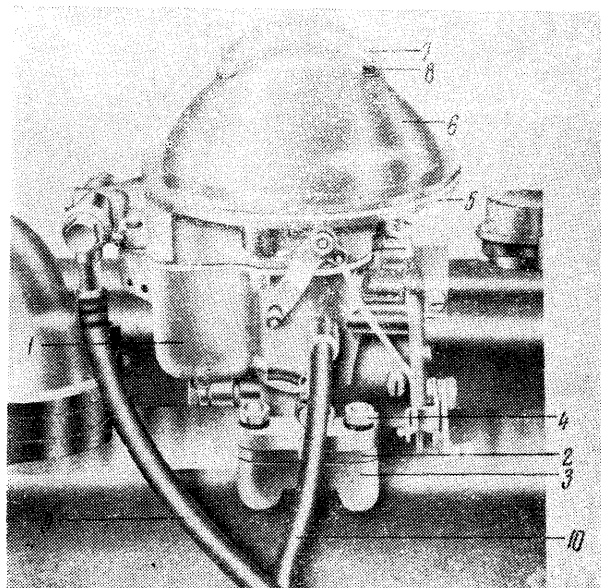

Abb. 41. Einbau des Vergasers.
3.6.15. EINBAU DES VERGASERS (Abb. 41).